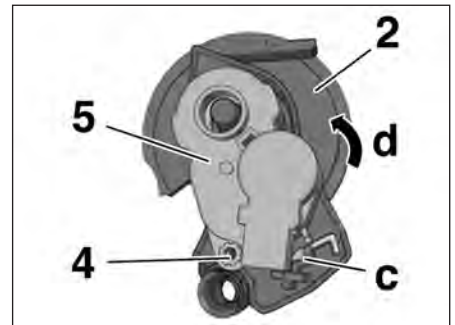

FIG.32
- la vis (4) (Fig.32).
- Déverrouiller le motoréducteur (5) en appuyant en (c).
- Déposer le motoréducteur (5) du mécanisme (2).